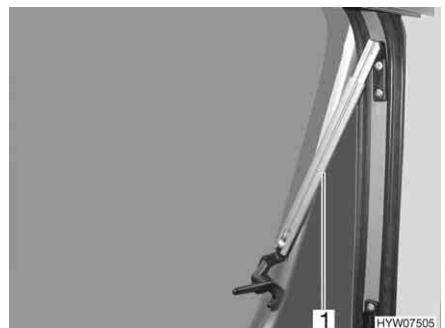

Fig. 32 Finestra apribile con deflettori automatici, aperta
- Aprire la finestra apribile fino al punto di arresto desiderato. Il deflettore automatico (Fig. 32,1) si innesta automaticamente in posizione.